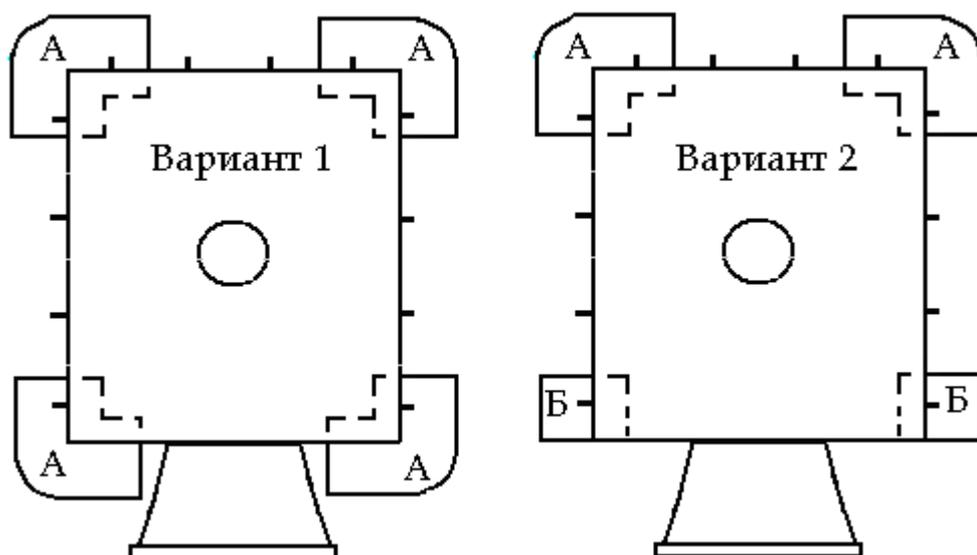

Рис. 4. Установка башмаков печи «Сударушка К»
### 5.4. Сборка облицовки Сударушки К (см.рис.4и 5):
- установить башмаки (А) прижав их вырезами к ногам основания печи вариант 1, установить башмаки (Б) как указано на (рис.4) вариант 2;